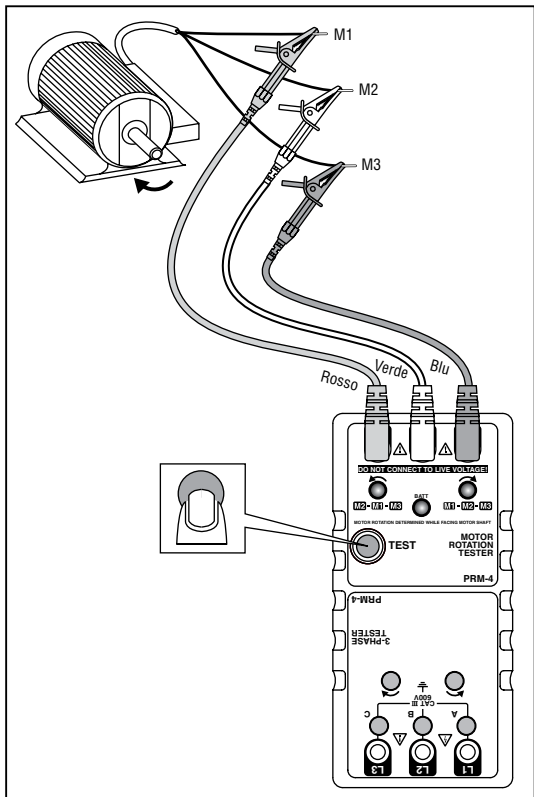

Figura 2
2. Collegare i cavetti di misura codificati a colori ai tre terminali d'ingresso del motore M1- M2-M3. Premere l'interruttore di alimentazione (vedi Figura 2); la spia verde si accende.